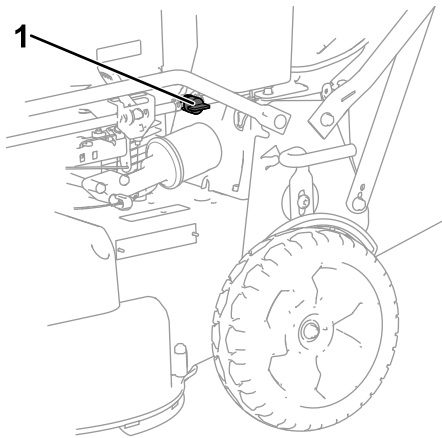

Figura 14
2. Deschideți ventilul de închidere combustibil (Figura 14).